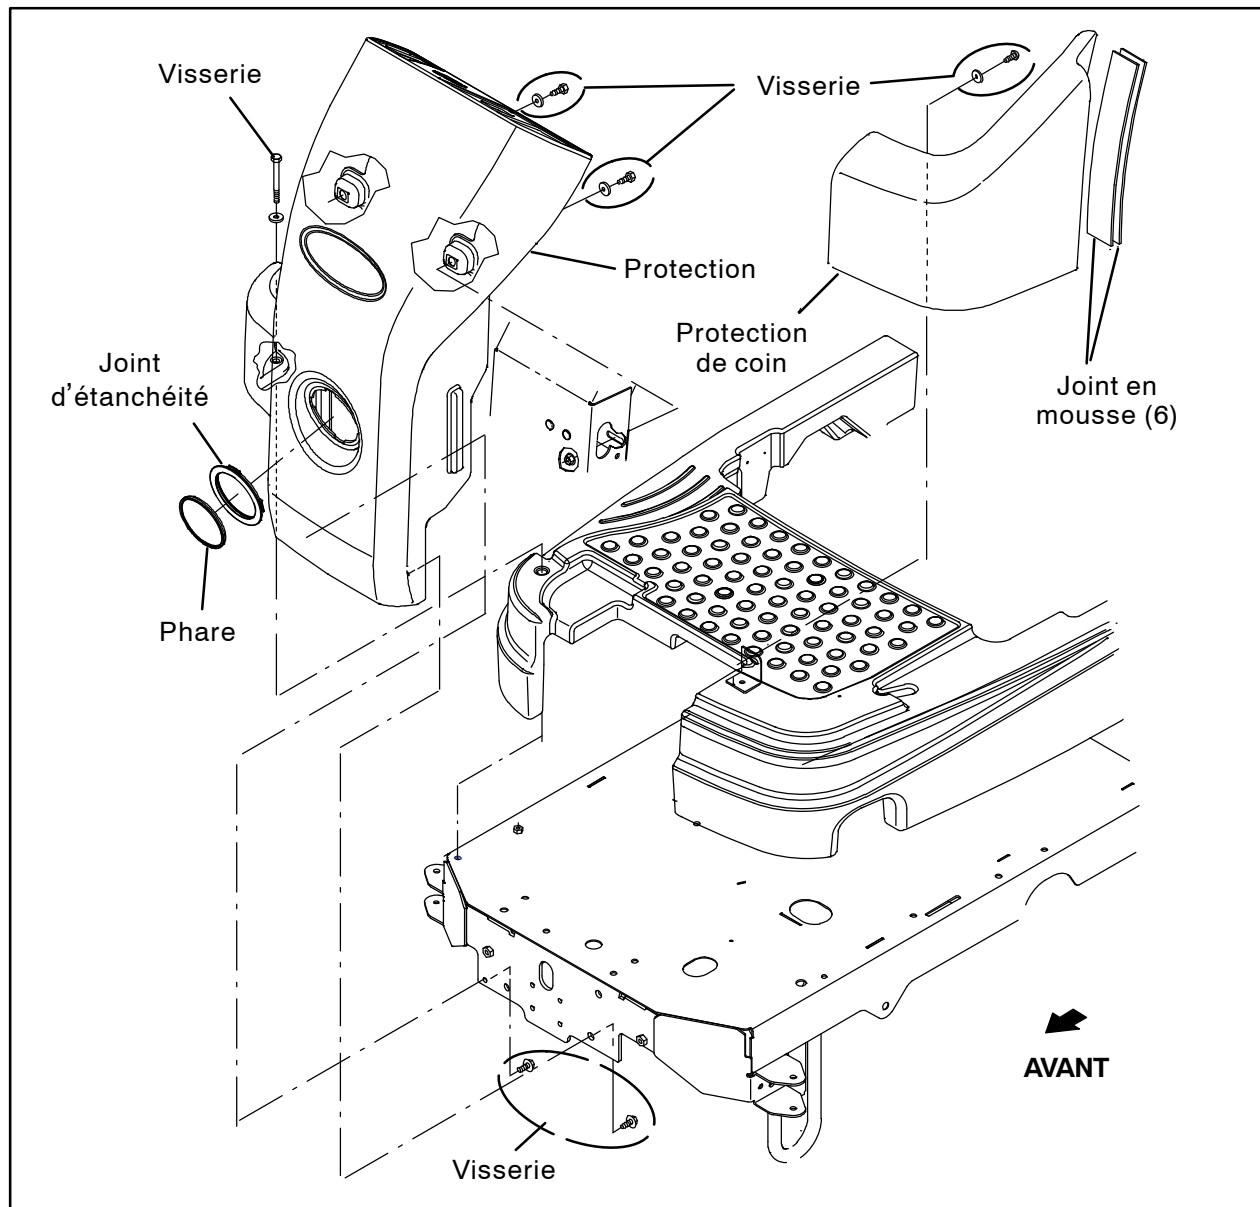

FIG. 66
38. Nettoyez les joints en mousse de la protection de coin et du réservoir de solution. (Figure 66)
39. Installez de nouveaux joints en mousse (6) sur la protection de coin et le réservoir de solution, à l'endroit des anciennes mousses. (Figure 66)
40. Réinstallez la protection de coin. (Figure 66)